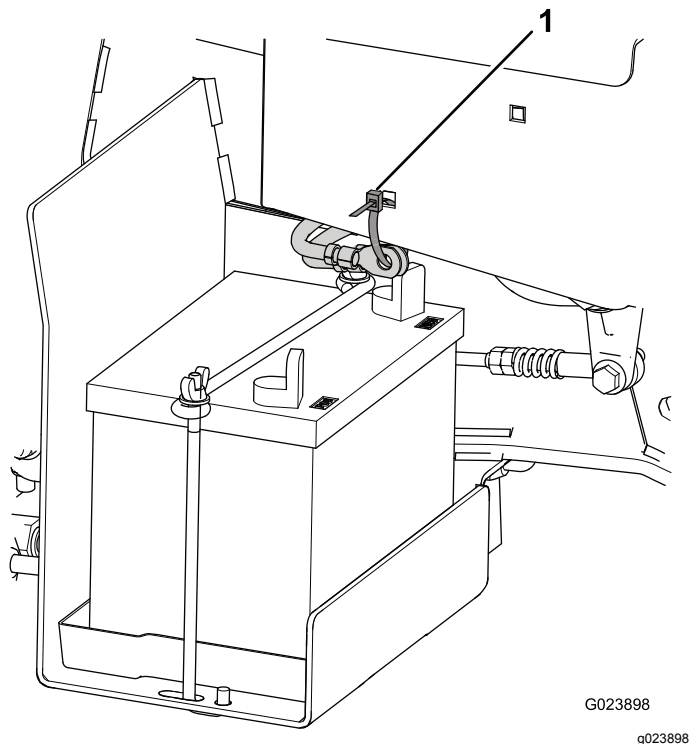

図 4
1. バッテリーケーブルをフレームに固定しているケーブルタイを切断する。ケーブルタイは廃棄する 図 4。